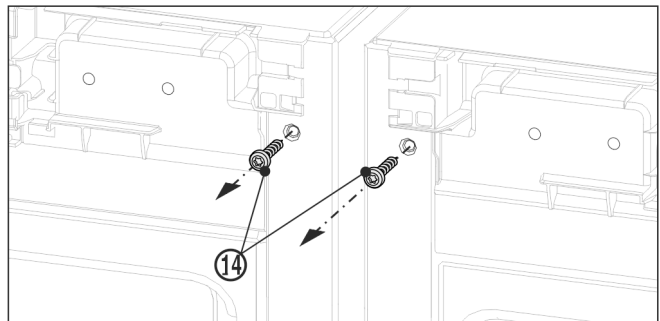

Fig. 12
- ▶ Prieš montuodami viršutinį kampuotį, išsukite abu įžeminimo varžtus Fig. 12 (14).